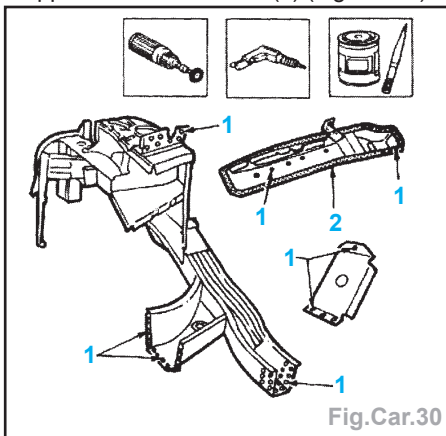

Fig.Car.30
- Percer quelques trous (1) et appliquer un apprêt électro-soudable (2) (Fig.Car.30).